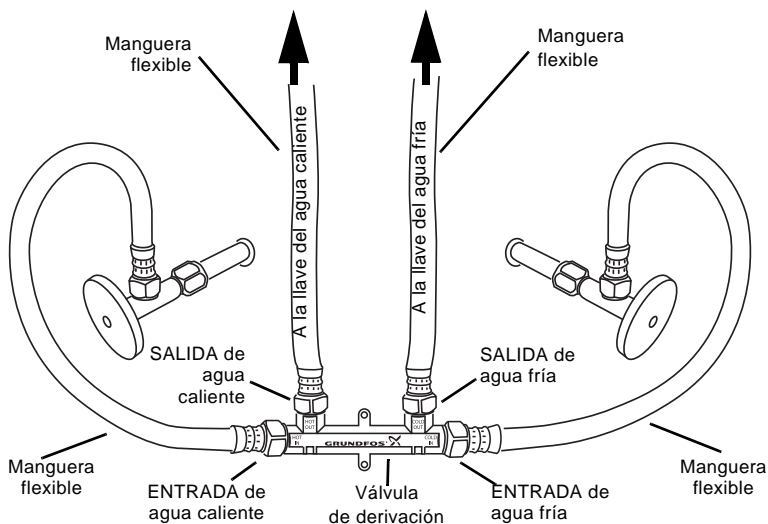

Fig. 5 Conexión de la válvula de derivación, las mangueras flexibles y los conectores
1. Conecte las mangueras flexibles a los puertos de la válvula de derivación con las marcas "HOT OUT" (Salida de agua caliente) y "COLD OUT" (Salida de agua fría). Consulte la fig. 5.
2. Conecte las mangueras flexibles a los puertos de la válvula de derivación con las marcas "HOT IN" (Entrada de agua caliente) y "COLD IN" (Entrada de agua fría). Consulte la fig. 5.
3. Conecte el conector para manguera del puerto "HOT OUT" (Salida de agua caliente) de la válvula de derivación al lado izquierdo de la llave. Consulte la fig. 5. Si se conecta a un accesorio de 3/8", use adaptadores. Los adaptadores se incluyen con las bombas con un código de fecha de producción de 1841 [PC (año) (semana)] o posterior en la placa de datos de la bomba.
4. Conecte el conector para manguera del puerto "COLD OUT" (Salida de agua fría) de la válvula de derivación al lado derecho de la llave. Consulte la fig. 5.
5. Conecte el conector para manguera del puerto "HOT IN" (Entrada de agua caliente) de la válvula de derivación a la válvula de corte en ángulo del lado izquierdo. Consulte la fig. 5.
6. Conecte el conector para manguera del puerto "COLD IN" (Entrada de agua fría) de la válvula de derivación a la válvula de corte en ángulo del lado derecho. Consulte la fig. 5.